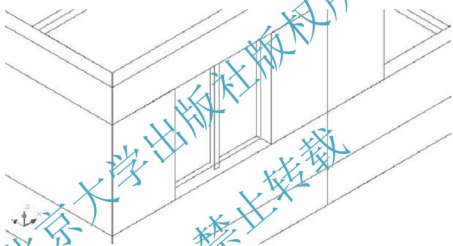

图 6.24 移动窗户模型
- (1) 启动【移动】命令 (快捷键 M)。
- (2) 在选择对象: 提示下, 选择前面绘制的“窗框”和“玻璃”, 并按 Enter 键进入下一步。
- (3) 在指定基点或 [位移(D)]<位移>: 提示下, 在绘图区域任意单击一点作为移动的基点。
- (4) 在指定基点或 [位移(D)]<位移>: 指定第二个点或<使用第一个点作为位移>: 提示下, 输入“@0, 80, 0”, 表示将“窗框”和“玻璃”向 Y 轴正方向移动 80mm。
- (5) 按 Enter 键结束命令, 结果如图 6.24 所示。